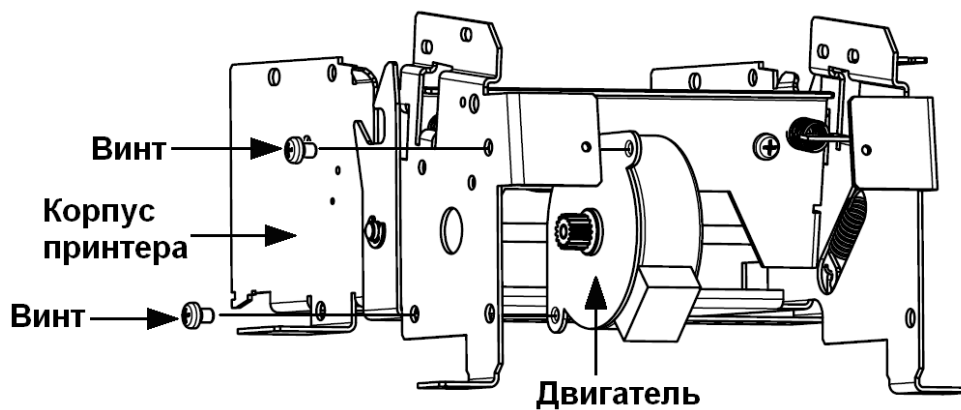

Рис.13 Снятие двигателя
2. Снимите двигатель, открутив два винта, крепящих двигатель к корпусу принтера (см. Рис. 13).